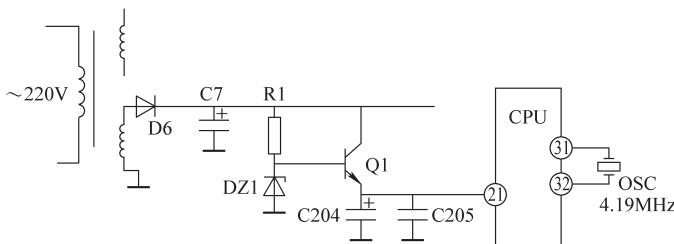

图 6-17 故障微波炉 +5V 稳压电路
检查 CPU 工作条件，电路如图 6-17 所示。测量 CPU 的⑩脚 +5V 电源，最高为 4.1V，有时下降到 3.5V，甚至下降到 1.8V，微波炉状态不随电压下降而变化，显然故障与 +5V 电源有关。